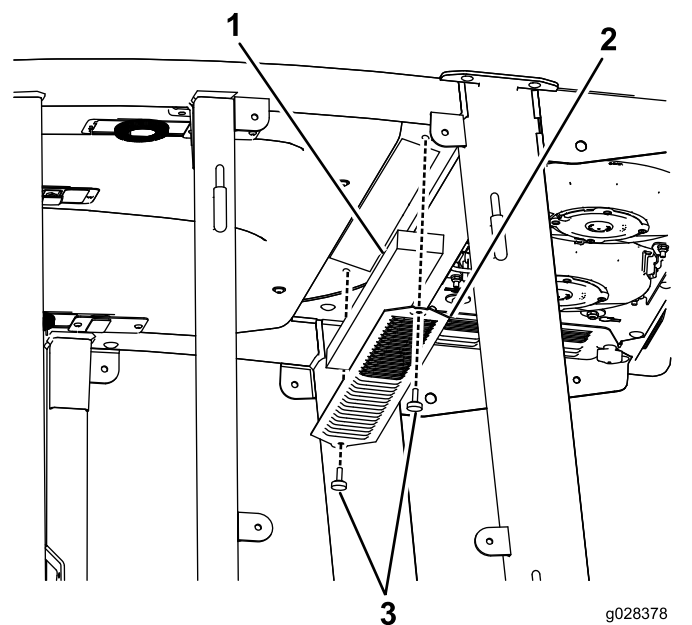

Figure 138
3. Déposez le toit de la cabine en retirant les 22 boulons de fixation du toit (Figure 138).
4. Déposez les filtres à air (Figure 138).
5. Déposez et nettoyez les serpentins de climatisation (Figure 138).